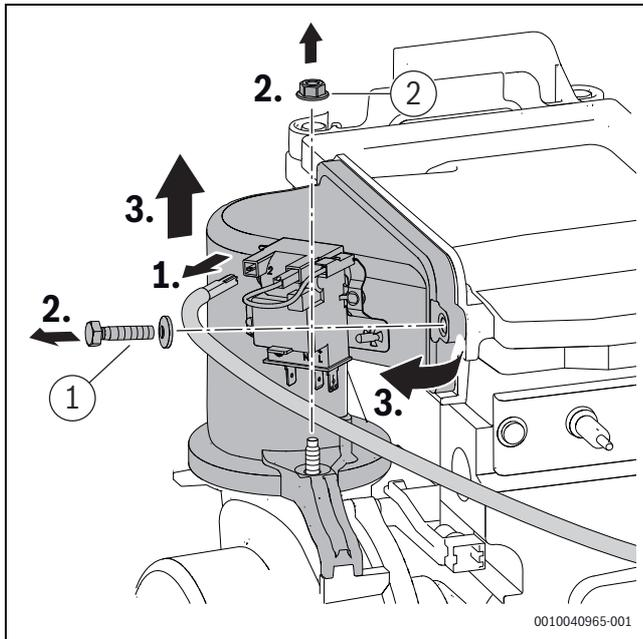

Bild 83 Mischeinrichtung ausbauen
- Schraube und Mutter ([1] und [2], Bild 83) an der Mischeinrichtung mit 5,5+0,5 Nm festziehen.